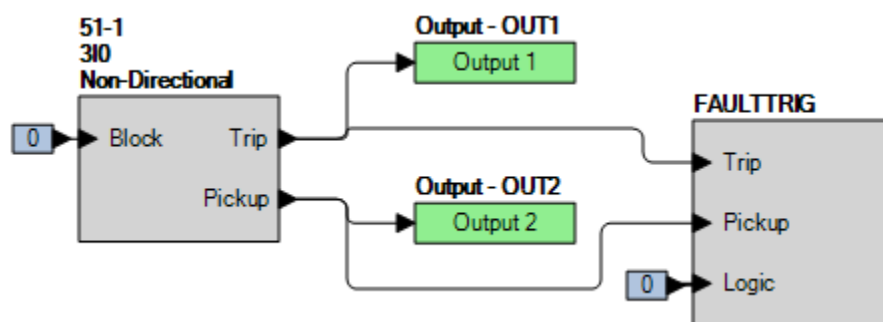

Figura 65-2. Ajustes de BESTlogicPlus (Modo 310)
Paso 2: Utilice BESTCOMS*Plus* para configurar la Lógica programable de BESTlogic*Plus*, como se muestra en la Figura 65-2.
Paso 4: Prepárese para monitorear la operación de la función 51-1. El funcionamiento se puede verificar monitoreando OUT2 (consulte la Figura 65-2).